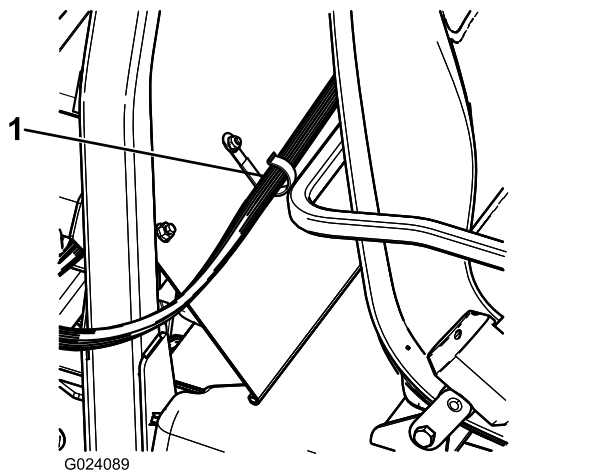

図 22
2. Jクリップ個を助手席の後ろ 図 22 に取り付ける ボルト $\frac{1}{4} \times \frac{1}{2}$ "1本とフランジナット $\frac{1}{4}$ "1個を使用する。
3. Jクリップを使って、コントロールコンソールのハーネスを、コンソールとROPS カバーに固定する (図 22)。